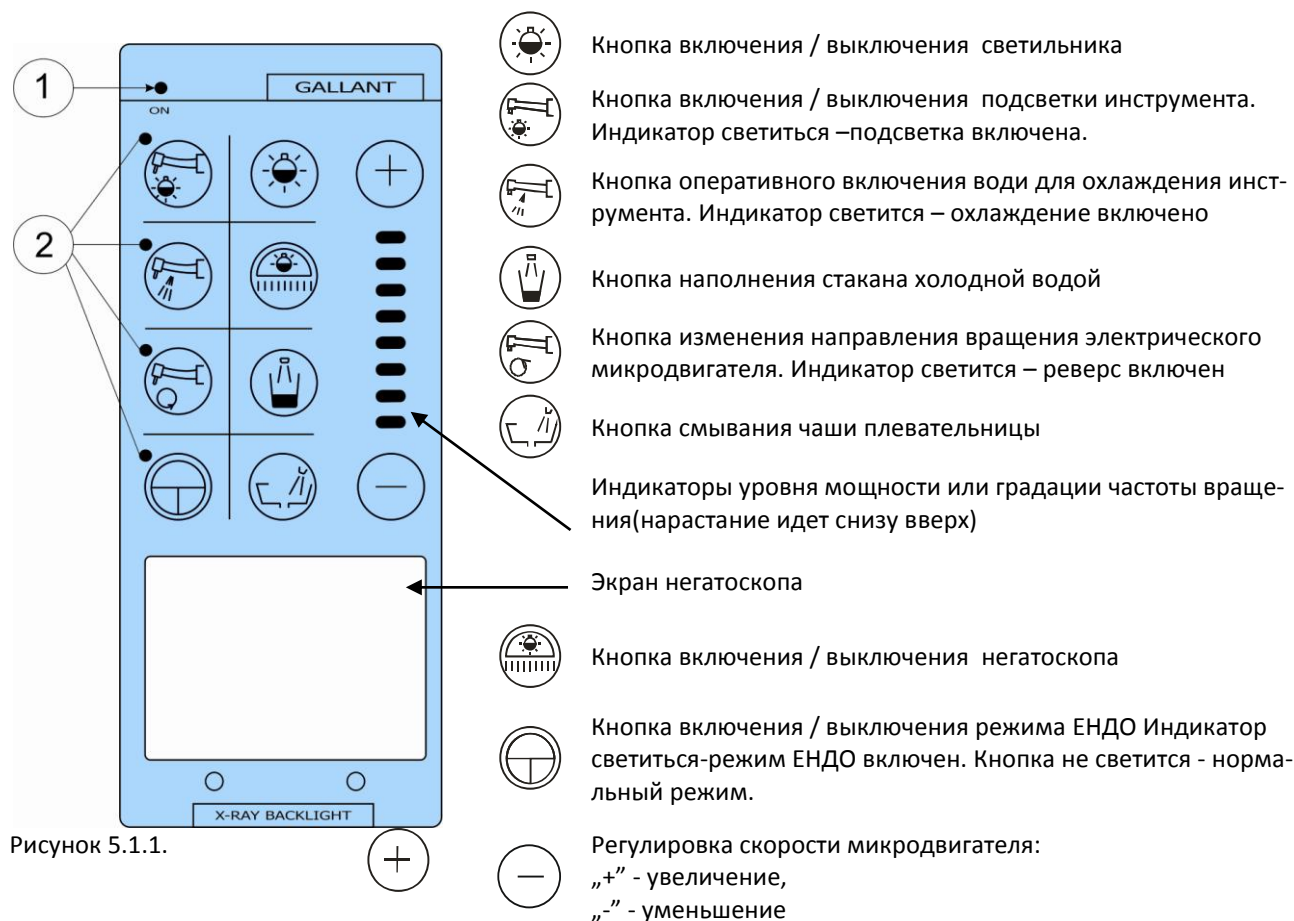

Рисунок 5.1.1.
- при кратковременном нажатии кнопки наполнения стакана  на пульте блока инструментов врача, (Рисунок 5.1.1) или на пульте ассистента (для исполнений с пультом ассистента) - вода поступает в стакан в течение 3 сек. При повторном нажатии кнопки пульта управления ранее 3 сек. подача воды в стакан прекращается;
- при кратковременном нажатии кнопки смыва чаши  на пульте блока инструментов врача, (Рисунок 5.1.1) или на пульте ассистента (для исполнений с пультом ассистента) - осуществляется смыв чаши наотяге (10-12) с. При повторном нажатии кнопки пульта управления ранее (10-12) с. смыв чаши прекращается.
При выполнении стоматологической установки с опцией ЕНДО на блоке врача устанавливается пульт управления с индикатором мощности согласно Рисунок 5.1.1.